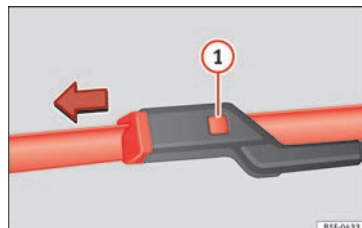

Fig. 73 Remplacement du balai d'essuie-glace avant.
- Appuyez sur le bouton de sécurité ①
- » fig. 73.